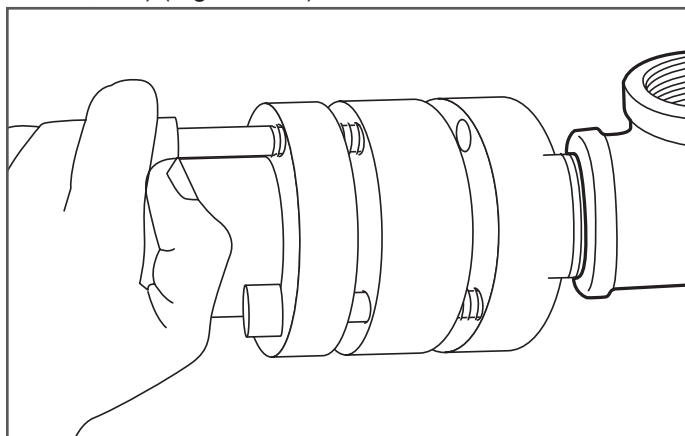

Figure 7-21
22. Appliquez l'agent anti-grippage sur les vis à tête creuse et insérez-les dans la partie arrière du raccord. Serrez partiellement les vis afin de permettre au raccord de pivoter. Insérez le raccord DoubleTrac® NPT en le faisant pivoter dans la tuyauterie existante (coude, té, robinet, etc.) (Figure 7-21).